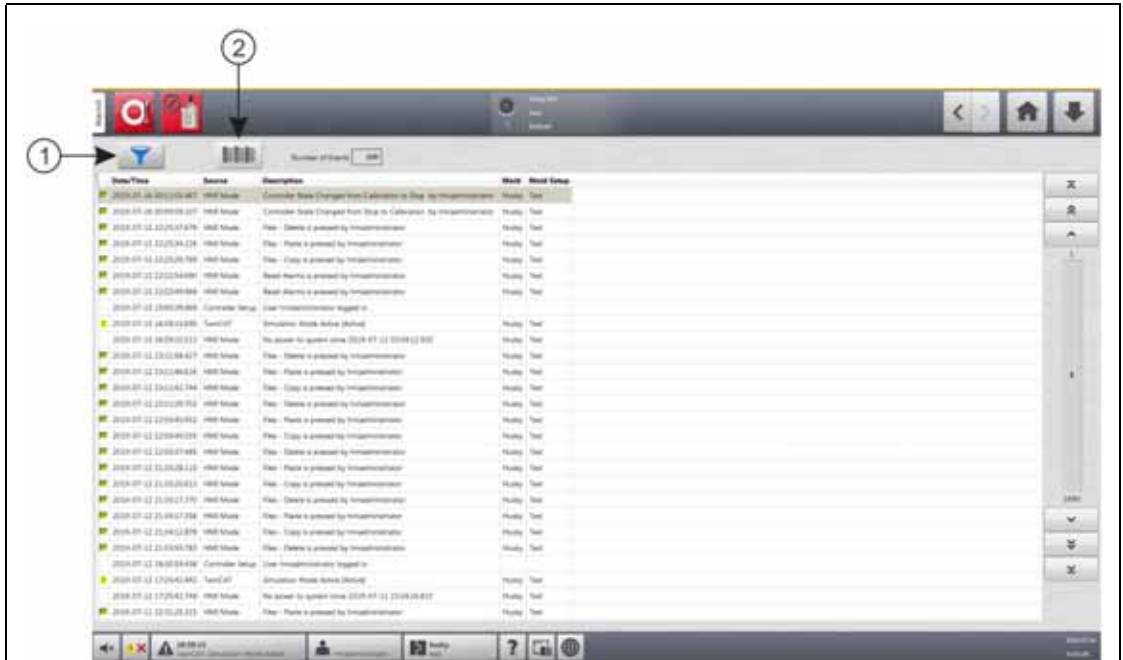

Figura 15-4 Schermata Cronologia eventi
1. Nella schermata Cronologia eventi, premere il pulsante **Filtra**. Consultare la Figura 15-4.